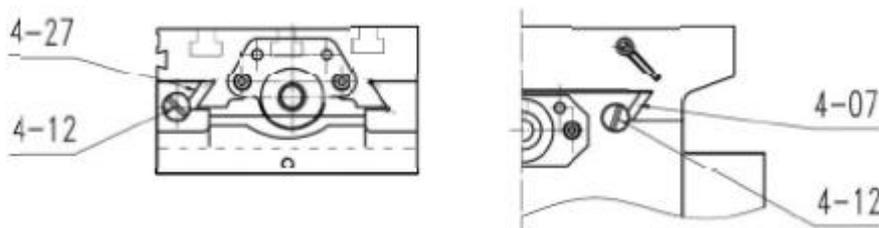

Рис.3
(1) Станок VF32 оснащен полноразмерной конической боковой стойкой (4-07) для регулировки избыточного провеса при перемещении стола вперед, назад, влево и вправо.
(2) Затянуть болт подвижной пластины (4-12) по часовой стрелке с помощью большой отвертки для избыточного провеса.
(3) Слегка открутить болт подвижной пластины против часовой стрелки, если он слишком затянут.
(4) Чтобы отрегулировать движение влево и вправо, следует отрегулировать болт подвижной пластины, пока не почувствуется небольшое сопротивление при повороте стола (Рис.3)
(5) Для регулировки движения вперед и назад отрегулировать болт подвижной пластины, как показано на Рис.3.